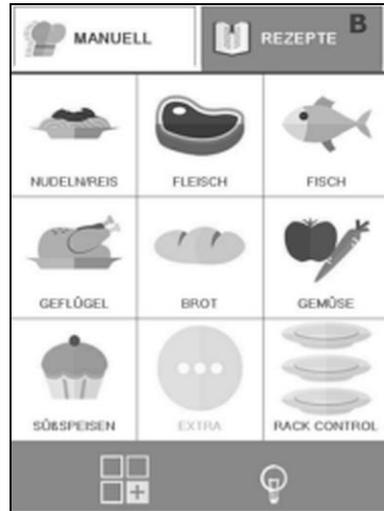

Abb. 27
2. Wählen Sie danach „Speichern“ und folgend „Verschieben“ (Abb. 27).
Nachdem das Garprogramm geöffnet wurde, die Taste „Funktionen“ (20, Abb. 25) drücken, „Speichern“ und dann „Umbenennen“ (Abb. 27) wählen. Den neuen Namen über die Tastatur eingeben und Eingabe drücken.
Das Gerät wird mit einer Reihe von gespeicherten Garprogrammen geliefert. Diese sind in Produkt-Kategorien unterteilt (Fleisch, Fisch, Gemüse, etc.). Sie können vom Verzeichnis „Rezepte“ (B, Abb. 27) angezeigt werden.
Durch Drücken auf die Bedienfläche „Rezepte“ (B, Abb. 27) werden die Garprogramme nach Produkt-Kategorien unterteilt angezeigt, wie zum Beispiel Fleisch, Fisch, Gemüse, etc.